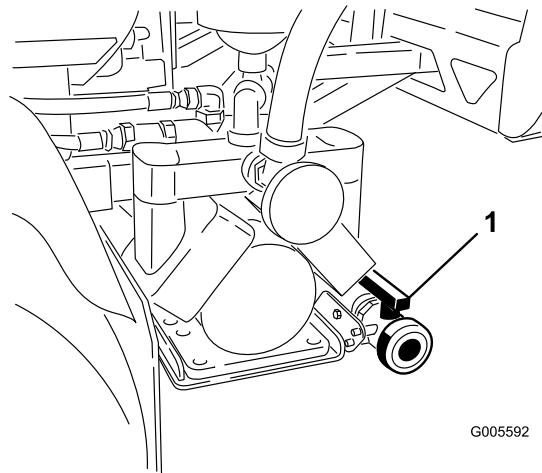

図 19
2. タンクのドレン・バルブは車両の後部にある（図 19）。バルブは車両の後部近くにあり、ブラケットについている。